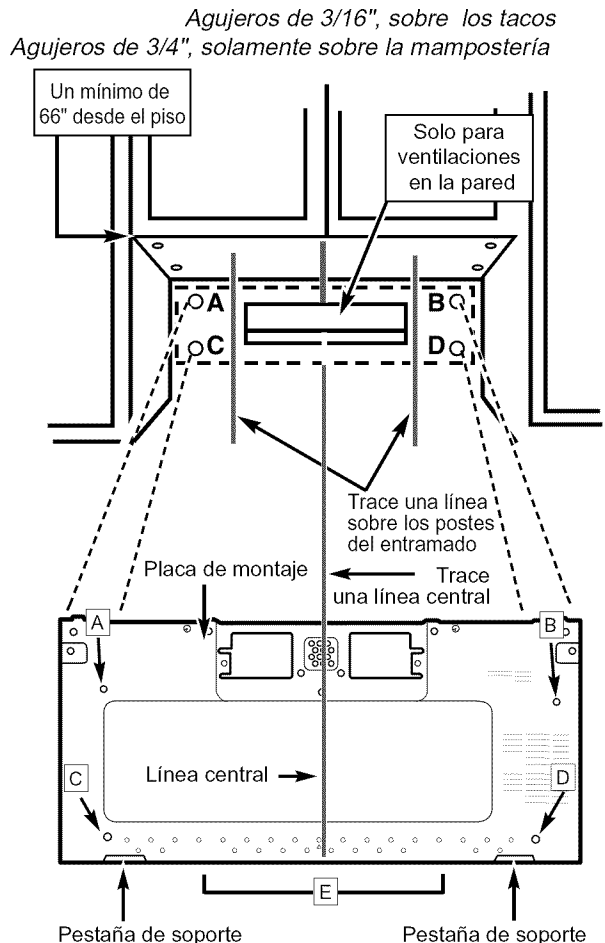
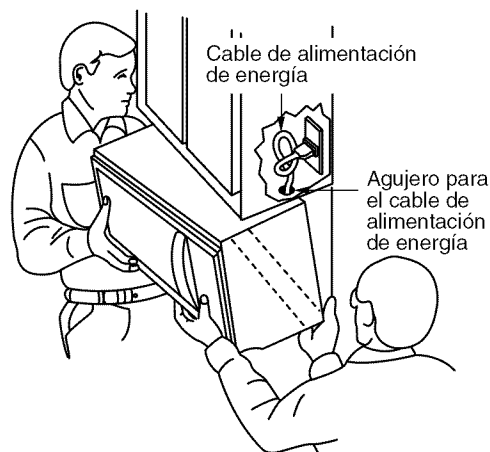

Figura 26
Figura 30
2. Mientras sostiene la placa de montaje con una mano, marque círculos sobre la pared en los agujeros "A", "B", "C" y "D". Deben usarse 4 agujeros para el montaje. Si no se usan estos agujeros, la instalación puede no ser segura, por lo que el instalador debe usar todos ellos para una instalación correcta. Use pernos de palancas acodadas a través de estos agujeros a menos que uno de ellos esté alineado con un poste del entramado. En ese caso use un tornillo para madera. Vea la **Figura 26**.
1. Levante con cuidado el horno de microonda y cuélguelo de las pestañas de soporte (vea la **Figura 26**) en la parte inferior de la placa de montaje. Vea la **Figura 30**.